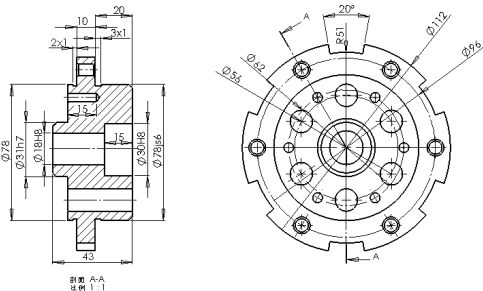

图 9-167 添加尺寸标注
- 02 对工程视图进行尺寸标注，并添加相应的标注尺寸文字。单击  【确定】按钮，完成添加尺寸标注，如图 9-167 所示。